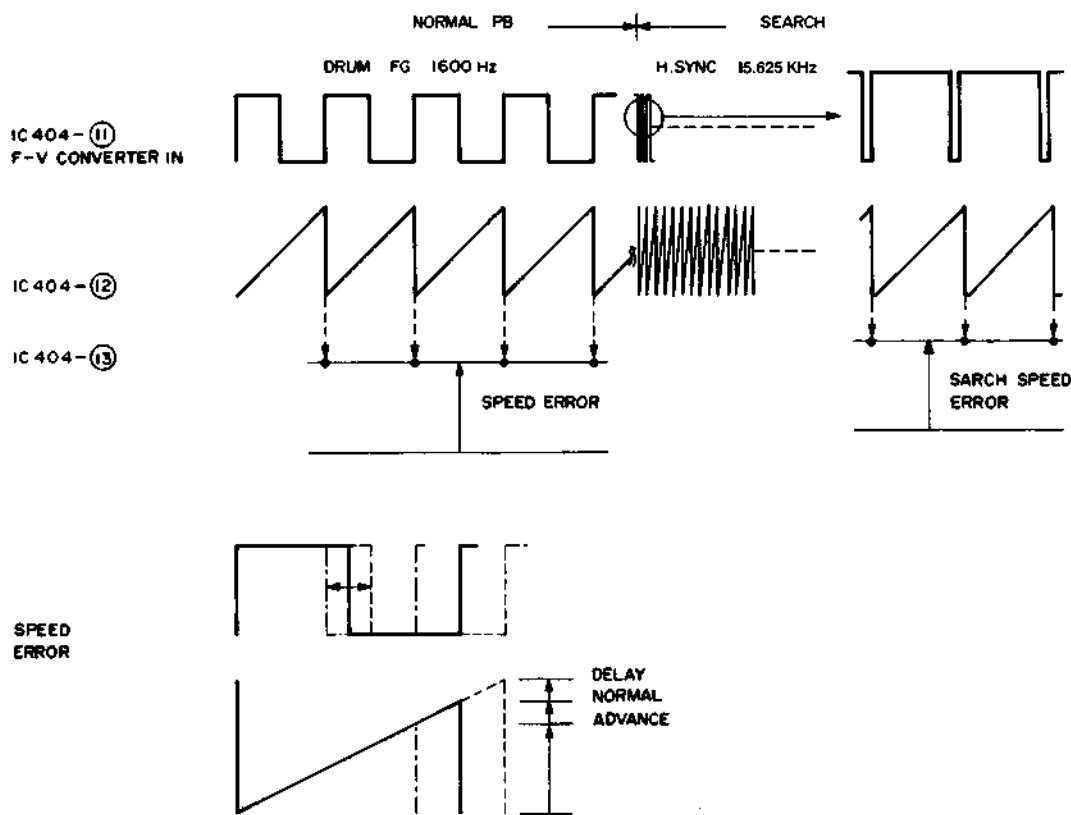

Fig. S-14 Kopftrommel Frequenz-Spannungsumsetzer
Bei Aufnahme und Wiedergabe wird die Geschwindigkeitsregelung durch die 1600 Hz der Frequenzgeneratorspule (FG) bestimmt. Wie das Zeitdiagramm (Seite 53, Fig. S-14) zeigt, wird das FG-Signal verstärkt und geformt an Pin 11 des IC 404 gegeben. Der IC 404 (FV-Umsetzer) besteht aus einem Sägezahn-Oszillator und einer Sample- und Hold-Schaltung. Der Sample- und Hold-Kreis tastet den Spitzenwert des Sägezahns ab und bereitet damit seine Regelspannung auf. Mit R463 (Drum Discr VR) wird der Mittelwert der Spannung des Diskriminators eingestellt. Die Regelspannung steht am Ausgang 15 des IC 404 an. Diese Spannung wird im invertierenden Verstärker invertiert und steht als solche am Pin 13 des IC 404 an.
To control the speed in normal playback and recording, a drum FG signal of 1600 Hz is obtained from the drum FG coil. As shown in the timing diagram (Page 53, Fig. S-14), the FG signal amplified by the FG amplifier is shaped before being input to IC404 pin 11. As before, the IC404 F-V converter consists of a sawtooth wave oscillator and a sample & hold circuit. The sample & hold circuit samples the peak values of the sawtooth wave and uses the samples as the error voltage in speed control. R463 (DRUM DISCRI VR) adjusts the discriminator center voltage. The error voltage of speed control is output from IC404 pin 15; this voltage is inverted by the inverter amplifier and the output from IC404 pin 13 has reverse potential.